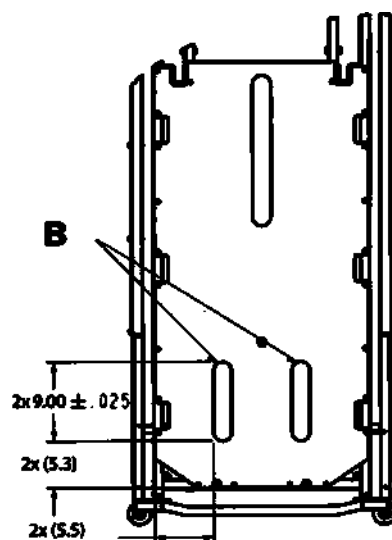

Рисунок 2 – Присоедините Velcro к ножному концу
9. Повторите действия 1–8, чтобы заменить Velcro (В) со стороны ножного конца (Рисунок 2).